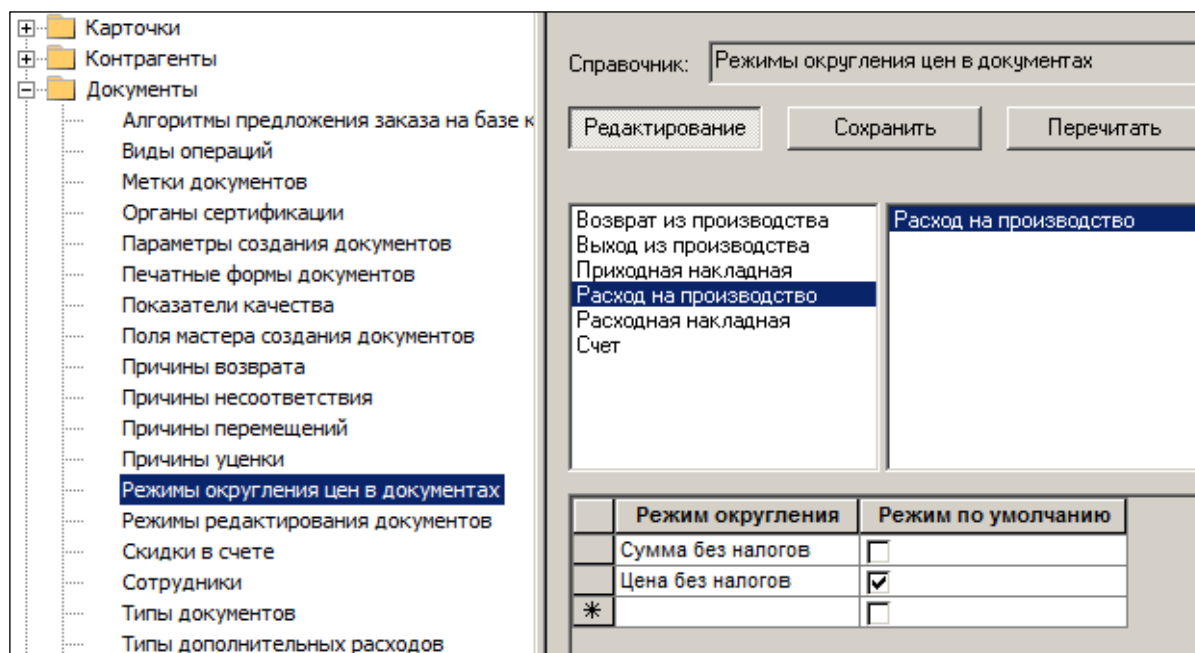

Рисунок 44 – Настройка режимов округления цен в документах
- **Округление** – режим округления: **Цена без налогов / Сумма без налогов**. (также и в документах **Возврат из производства** и **Выход из производства**). Округление **Сумма без налогов** – до точности основной валюты, т.е. до 4-ого знака после запятой. Режим по умолчанию настраивается в справочнике «Режимы округления цен в документах (Рисунок 44), см. Том 1.